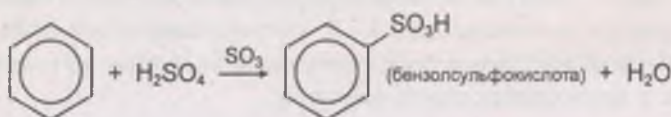

Рис. 117
3) сульфирование — реакция осуществляется с помощью концентрированной серной кислоты или олеума. Олеум — это раствор серного ангидрида в безводной серной кислоте. В процессе реакции атом водорода замещается сульфогруппой, при этом образуется моносульфокислота (рис. 117);